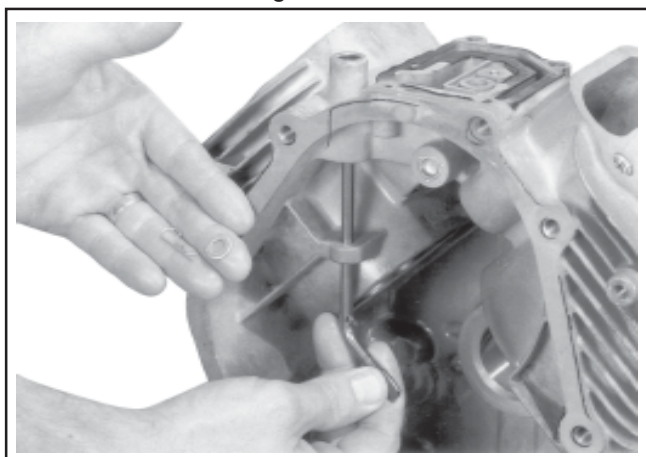

Figure 11-3. Installation de l'arbre intermédiaire de 6 mm du régulateur.
3. **Arbre de régulateur de 6 mm.** Installer la rondelle, puis insérer le clips dans le petit trou du bas de l'arbre intermédiaire du régulateur. Voir les Figures 11-3 et 11-4.